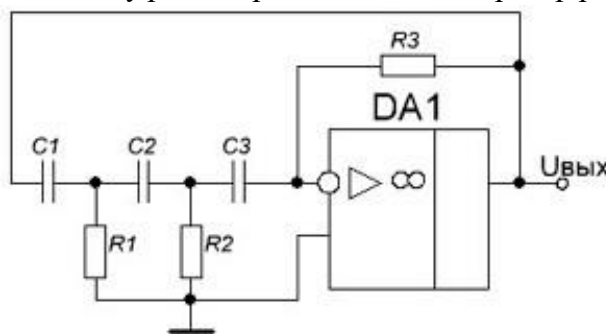

Рис. 9
9. Для схемы генератора на рис. 9 определить частоту генерации колебаний, если известно, что $C1 = C2 = C3 = 1 \text{ мкФ}$, $R1 = R2 = 100 \text{ Ом}$. Какое минимальное значение сопротивления должно быть у резистора $R3$, чтобы генератор работал?